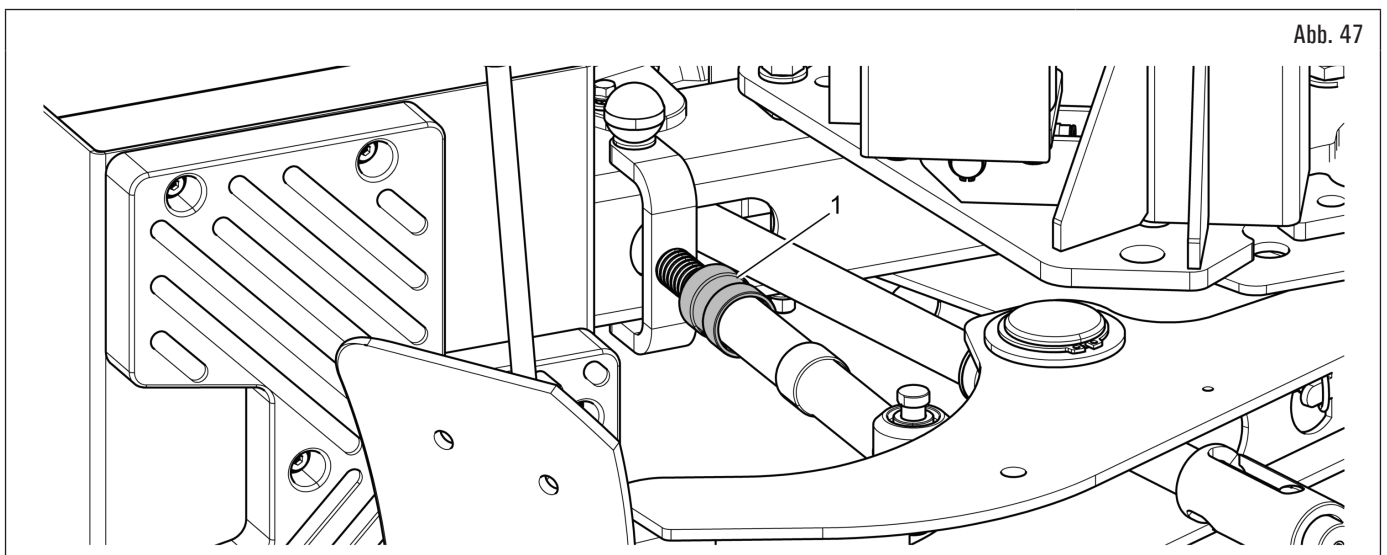

Abb. 47
2. stellen Sie den Hub des Wulstabdrücker-Hubbegrenzers ein, indem Sie auf seinen Einstellring (Abb. 47 Pkt. 1) einwirken, so dass die Schaufel den Rand der Felge um eine Höhe durchdringen kann, die gleich der Höhe eines Keils der Wulstabdrückerverlängerung ist;